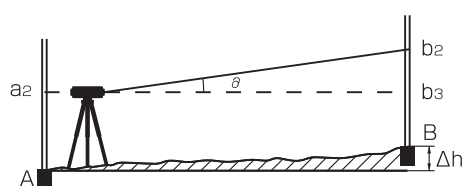

図13
- (1) スタッフ A・B の中間に本機がセットされていますので、十字線に狂いがある場合は同じ量の狂いとなり、その狂いは相殺されます。従って高低差の値には影響を与えません。つまり b_3 の値は $a_2 - \Delta h$ となり、これが十字線の必要調整量となります。
- (2) 接眼キャップを外し、十字線調整ネジを矯正針で $[(a_1 - b_1) - (a_2 - b_2)] < 3\text{mm}$ になるまで調整します。図13の場合、 b_2 の値は高すぎますので十字線調整ネジを少しゆるめ、十字線を下げて下さい。逆に b_2 の値が b_3 より低い場合は十字線調整ネジを締めて十字線を上げて下さい。
- (3) 6.3 の手順で $[(a_1 - b_1) - (a_2 - b_2)] < 3\text{mm}$ になるまで繰り返し調整を行って下さい。